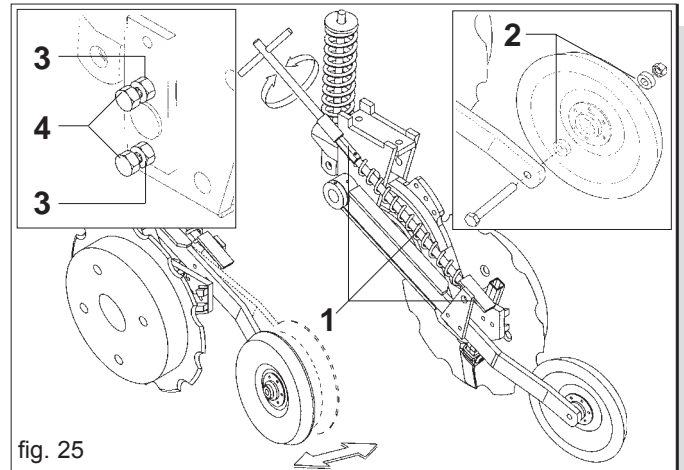

fig. 25
La profundidad de colocación de las semillas es correcta cuando el contrapeso lateral al disco toca el suelo (1 Fig. 25).
a) cambiando la **posición entre la cuchilla de arado depositadora y el disco surcador**, aflojando los tornillos de anclaje de la cuchilla de arado (3 Fig. 25) y desplazándola hasta la altura deseada (2 Fig. 25).
**IMPORTANTE:** el extremo de la cuchilla de arado no se debe regular nunca a más profundidad que las muescas del margen del disco entre diente y diente (2 Fig. 25). Controlar que los tornillos estén apretados de manera equilibrada para que el filo cortante de la cuchilla quede perfectamente adherente a la superficie del disco pero sin impedir su rotación.
- 4) Eventualmente, regular todos los muelles de posición con la tuerca (4 Fig. 25) hasta alcanzar la posición del punto (3).